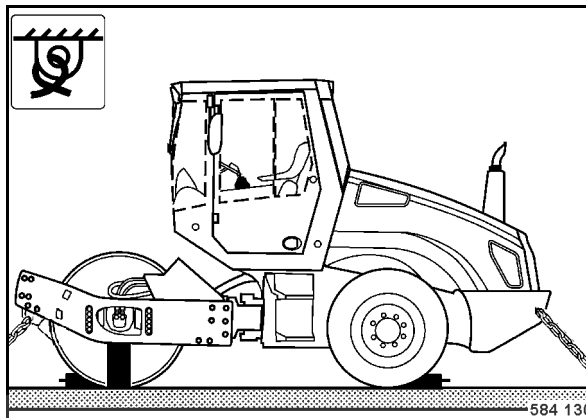

Fig. 115
- Arrimer la machine sur le moyen de transport (Fig. 115) par les quatre anneaux des châssis avant et arrière.